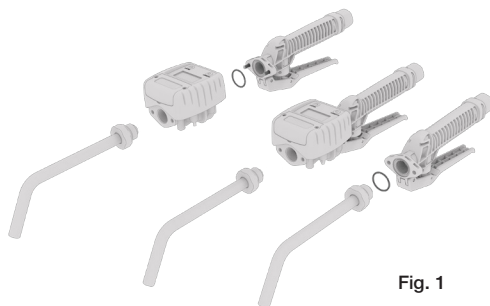

Fig. 1
- Pour assurer l'étanchéité, monter la rallonge en utilisant le joint torique FKM fourni et en veillant particulièrement à ce que le joint torique reste dans son siège dans la sortie du corps du pistolet ou du compteur (Fig. 1). Lubrifiez le joint torique avant l'assemblage.